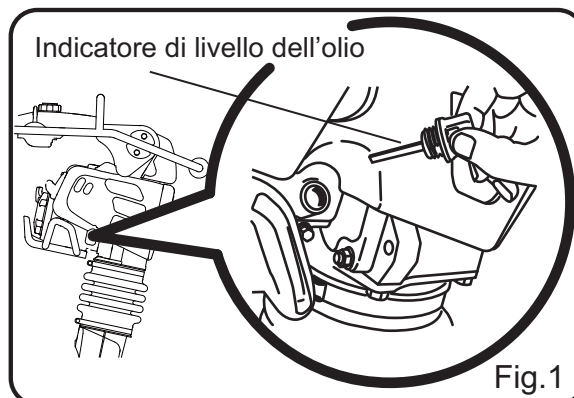
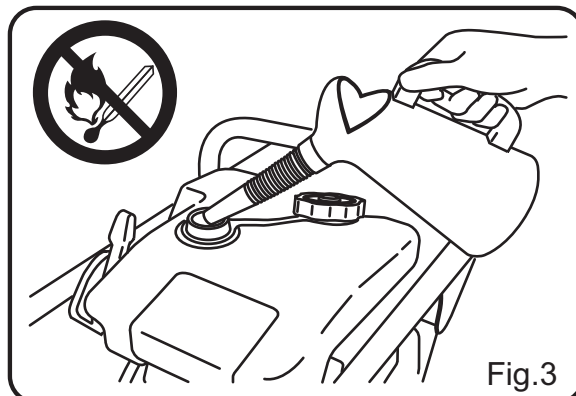

Fig.1
Fig.3
- 3) Per controllare l'olio del motore, posizionare la scocca della macchina su una superficie in piano, quindi inclinarla in avanti. (Fig.1)
- 5) Aggiungere benzina normale (senza piombo) nel serbatoio del carburante e controllare l'olio motore. Rabboccare l'olio prima che raggiunga un livello troppo basso. La carenza di olio nel motore può causarne l'usura prematura. (Fig.1, Fig.3).